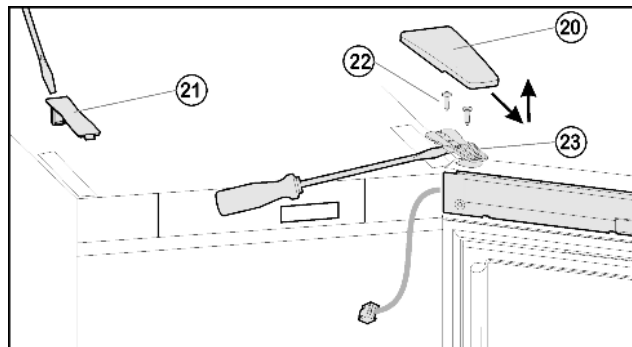
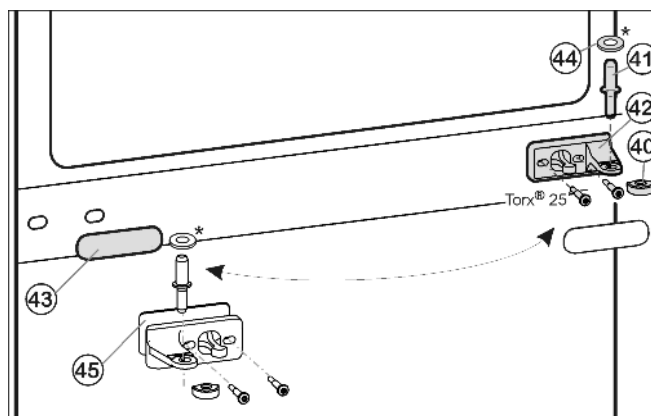
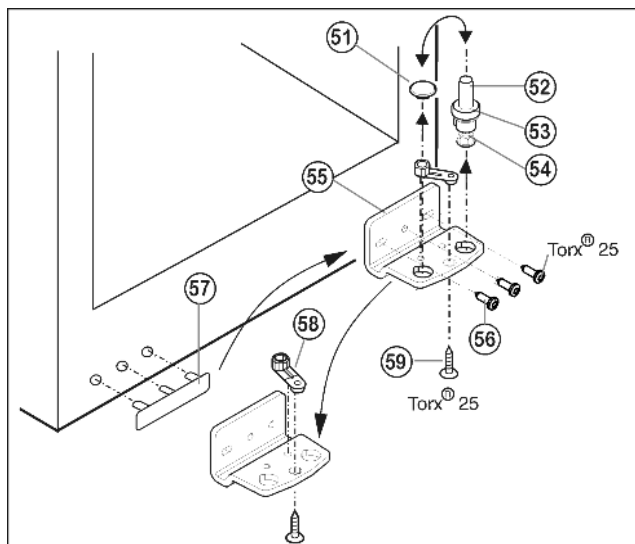

Fig. 6
Fig. 7
Fig. 8
- Крышку Fig. 6 (20) снимите движением вперед и вверх
- Снимите крышку Fig. 6 (21).
- Полностью выверните винты Fig. 6 (22).
- Снимите дверцу вместе с опорным кронштейном Fig. 6 (23) и кабелем вверх. Для снятия, возможно, понадобится осторожно подцепить опорный кронштейн снизу шлицевой отвёрткой.
- Вытащите из опорного кронштейна и нижней дверцы средний опорный палец Fig. 7 (41).
- Снимите пластмассовый колпачок Fig. 7 (40).
- Открутите средний опорный кронштейн Fig. 7 (42) (2 шт. Torx® 25).
- Осторожно снимите накладку Fig. 7 (43).
- ▶ Прикрутите средний опорный кронштейн Fig. 7 (42) с подкладкой Fig. 7 (45) с поворотом на 180° на новую сторону шарнира (с моментом 4 Нм).
- ▶ Защелкните накладку Fig. 7 (43), повернув на 180°, на стороне, где теперь будет ручка.
- ▶ Извлеките опорный винт Fig. 8 (52) в комплекте с шайбой Fig. 8 (53) и регулируемой опорой Fig. 8 (54), вытягивая его вверх.
- ▶ Снимите пробку Fig. 8 (51).
- ▶ Открутите Fig. 8 (56) опорный кронштейн Fig. 8 (55).
- ▶ Открутите Fig. 8 (59) опорную деталь Fig. 8 (58) и, переставив в отверстие на противоположной стороне опорного кронштейна, снова прикрутите.
- ▶ Осторожно снимите и переставьте на противоположную сторону крышку со стороны ручки Fig. 8 (57).
- ▶ Снова прикрутите опорный кронштейн Fig. 8 (55) на новой стороне шарнира (с моментом 4 Нм). При необходимости используйте аккумуляторный шуруповерт.
- ▶ Переставьте пробку Fig. 8 (51) в свободное отверстие.
- ▶ Вновь установите опорный винт Fig. 8 (52) в комплекте с шайбой и регулируемой опорой. При этом фиксатор должен быть направлен назад.
- ▶ Установите дверь сверху на опорный палец Fig. 8 (52).
- ▶ Снова наденьте пластмассовый колпачок Fig. 7 (40) на средний опорный кронштейн Fig. 7 (42).
- ▶ Вставьте средний опорный палец Fig. 7 (41) через средний опорный кронштейн Fig. 7 (42) в нижнюю дверцу.
- Установите верхнюю дверцу на средний опорный палец Fig. 7 (41), закройте дверцу и установите верхний опорный кронштейн Fig. 6 (23) так, чтобы он защелкнулся в верхней стороне устройства.
- Закрутите опорный кронштейн Fig. 6 (23) (с усилием 4 Нм). При необходимости просверлите отверстия или используйте аккумуляторную отвертку.
- Защёлкните крышку Fig. 6 (20) и крышку Fig. 6 (21).
- При необходимости выровняйте дверцы через два продольных паза в нижнем опорном кронштейне Fig. 8 (55) и среднем опорном кронштейне Fig. 7 (42) параллельно корпусу устройства. Для этого выкрутите средний винт на нижнем опорном кронштейне Fig. 8 (55).